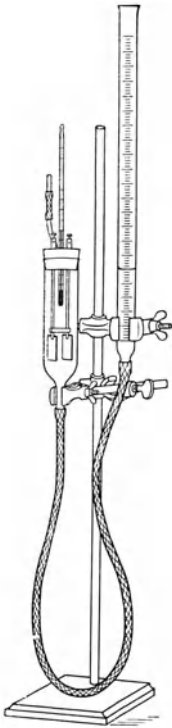

Fig. 161.
**Anleitung.** a) Fülle bei offener Auslaßröhre das Coulombmeter (Fig. 161) mit so viel Natronlauge, daß sie das Elektrodengefäß füllt und in der Meßröhre bis zum tiefsten Teilstrich reicht. Verschließe die Auslaßröhre. Stelle wie in Aufgabe 9 (e) einen Stromkreis her. Schließe den Strom und ändere den Widerstand so, daß ein Strom von 0,5 A durch das Coulombmeter fließt und die östliche Zeigerspitze der Bussole (4 Windungen) um  $\alpha^\circ$  abgelenkt wird. Öffne den Strom, klopfe leise gegen das Elektrodengefäß und warte, bis alle Gasblasen an die Oberfläche des Elektrolyten gestiegen sind und der Schaum verschwunden ist. Stelle die Meßröhre so ein, daß der Flüssigkeitsspiegel darin und im Meßgefäß gleich hoch liegt, lies die Wärmestufe ab und schreibe den Stand der Natronlauge in der Meßröhre auf.